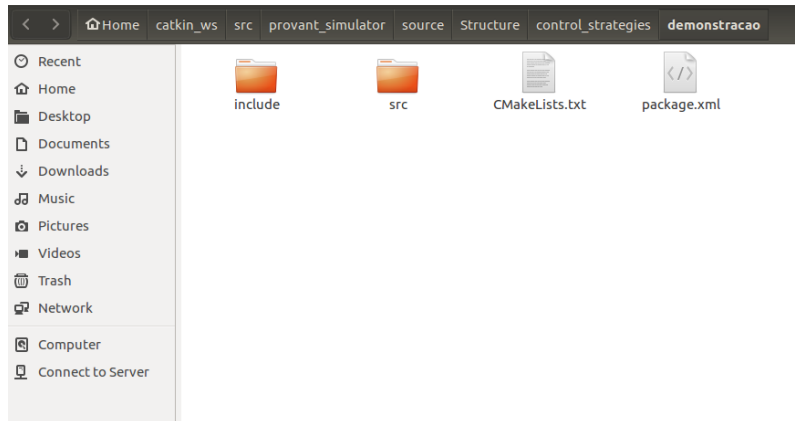

Figura 3.7: Diretório contendo arquivos e pastas associados à estratégia de controle a ser modificada.
Para modificar uma estratégia de controle já existente, o usuário deve selecionar o nome da estrategia de controle entre várias listadas na caixa de listagem item (1) e clicar na botão "Open controller" item (3). Após escolher a estratégia, o gerenciador de arquivos Nautilus será aberto no diretório com todos os arquivos e diretórios associados ao controlador, conforme mostra a Figura 3.7.